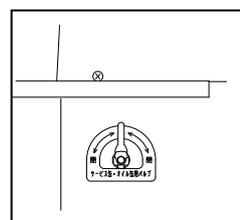

Fig.4.6
- 4) サービス缶・オイル缶用バルブを開いてください。(Fig.4.6)